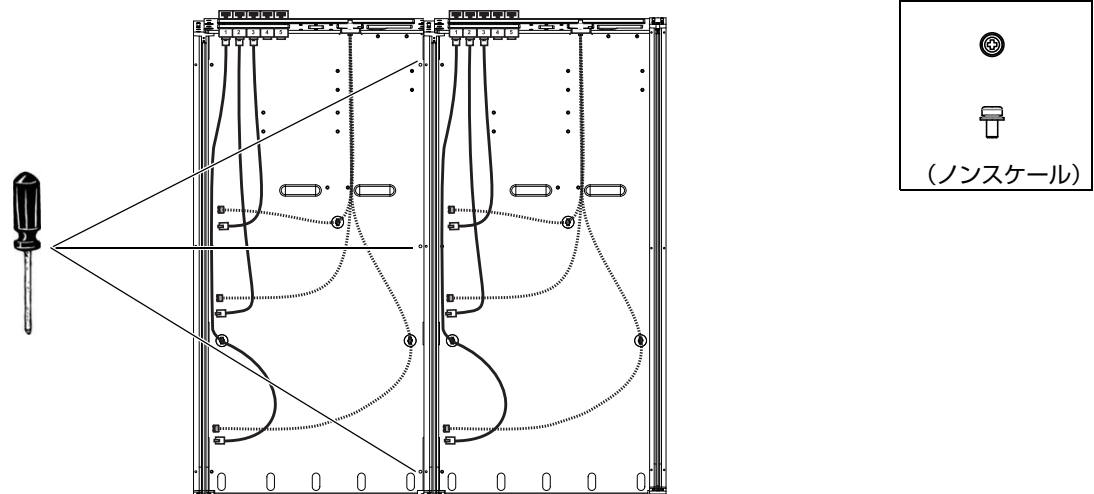

図 18. 最初のシャーシの底面プレートを2番目のシャーシのサイド・ウォールに固定する
- 8 ねじ #1 Phillips を3つ使って、2番目のシャーシの底面プレートの右端を、最初のシャーシのサイド・ウォールの左端に取り付けます（図 18を参照）。ねじをきつく締めないでください。